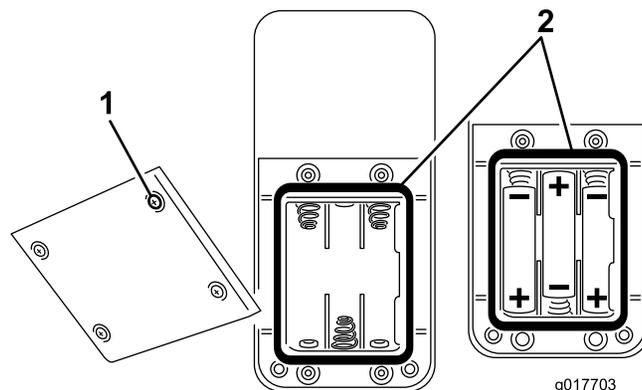

Рисунок 31
- Если элементы питания устанавливаются в пустой отсек для элементов питания, установите три новых элемента питания размера ААА. Расположите элементы питания, как показано на Рисунок 31.
- При замене отработавших элементов питания удалите старые элементы питания и установите три новых элемента питания размера ААА. Расположите элементы питания, как показано на Рисунок 31.